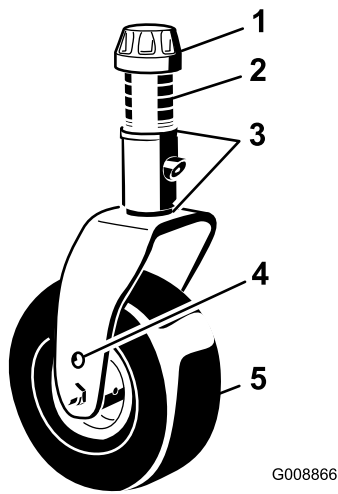

Figura 30
3. Ajuste los suplementos de 3 mm de las horquillas de las ruedas giratorias delanteras hasta que la altura de corte se corresponda con la marca de la pegatina (Figura 30); consulte Ajuste de la altura de corte \(página 27\).